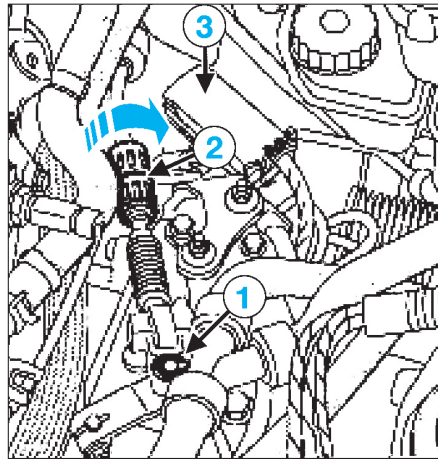

FIG. 4
- Désaccoupler le câble de sélection en le libérant de sa rotule (1), en déverrouillant son arrêt de gaine (2) (fig. 4).
- Débrancher le connecteur modulaire en libérant le tiroir du connecteur (3).